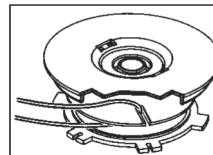

Fig. 8B
3. Entfernen Sie den verbleibenden Schneidfaden (H).
4. Legen Sie einen 14` (4.3 m) langen mit .080" (2mm) Durchmesser Faden zusammen. Legen Sie das Schlaufenende in den Schlitz der Fadenspule ein (Fig. 8B).